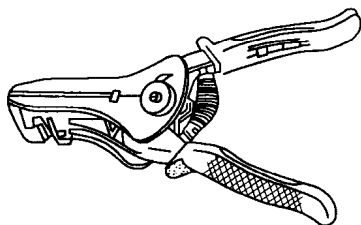

图 1-4 剥线钳
(3) 剥线钳。剥线钳是用来剥除电线电缆端部橡胶或塑料绝缘的专用工具,如图 1-4 所示。